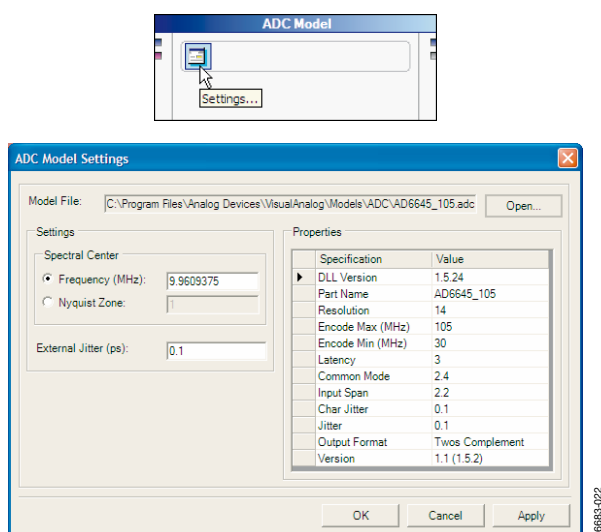

図24. ADC Model Settingsフォーム
2. [ADC Model]で、[Settings...]ボタンをクリックし、[Open]をクリックして、[AD6645_105.adc]モデル・ファイルを探して選択します。このファイルは、VisualAnalogパスのModels\ADCサブディレクトリにあります。このモデルを開くと、ファイル名が[Model File]テキストボックスに表示され、モデルに関する情報が[Properties]グリッドに表示されます（図24を参照）。[OK]をクリックしてください。